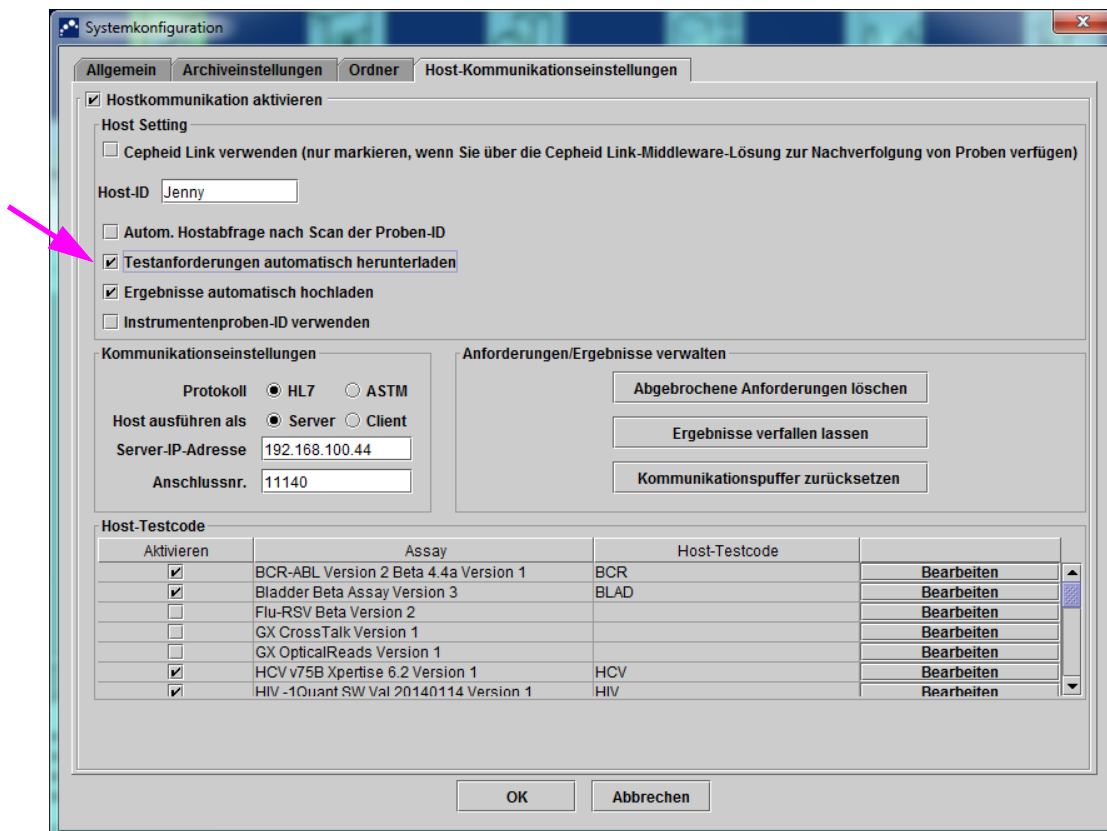

Abbildung 5-93. Ausgewählte Funktion „Testanforderungen automatisch herunterladen“
1. Klicken Sie auf der Registerkarte **Host-Kommunikationseinstellungen** des Dialogfelds „Systemkonfiguration“ auf das Kontrollkästchen **Testanforderungen automatisch herunterladen**, um diese Funktion auszuwählen und zu aktivieren. Siehe Abbildung 5-93.